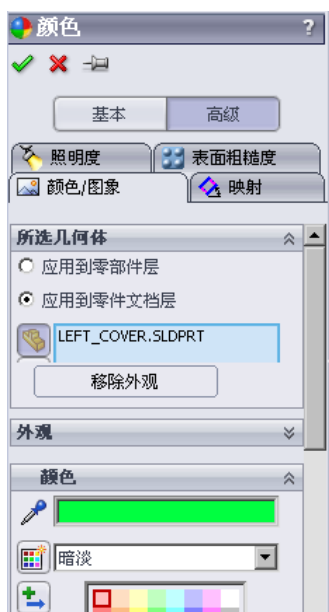

图 17.13.1 “颜色”对话框
(1) 在设计树的  left_cover<1> 上右击，在系统弹出的快捷菜单中选择  →  LEFT_COVER  命令，系统弹出图 17.13.1 所示的“颜色”对话框。
(2) 参照图 17.13.1 所示的常用类型区域定义颜色参数。
(3) 设置透明度。单击高级区域的  照明度 选项卡，在 **透明度(T):** 选项下的文本框中输入 0.63。
(4) 在“颜色”对话框中，定义完成颜色和透明参数，单击  按钮，此时完成模型外观的定义。